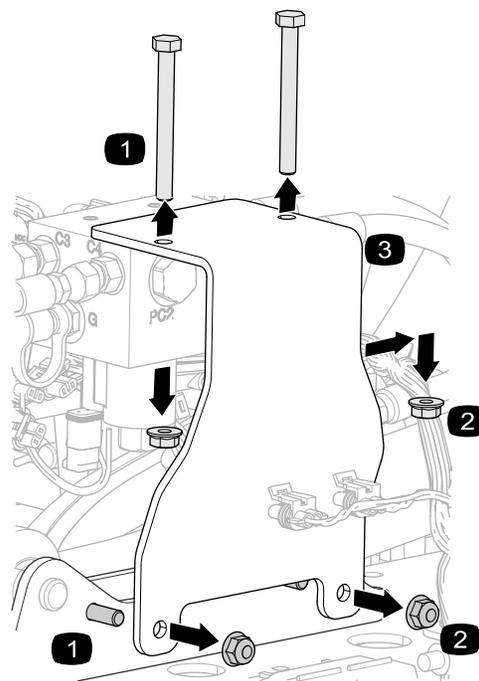

Figura 11
1. Rimuovete i dadi e i bulloni che fissano la staffa di montaggio al collettore del cilindro di sollevamento e alla piastra di montaggio (Figura 11).